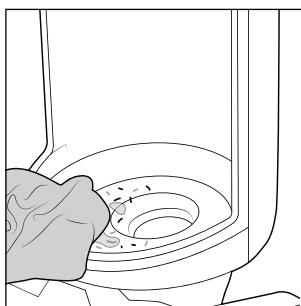

Abb. 26
- ◆ Reinigen Sie bei Bedarf den Einsatz, in dem sich der Schmutzwasserbehälter **2** am Gerät befindet, mit einem feuchten Lappen oder Tuch (siehe Abb. 26).